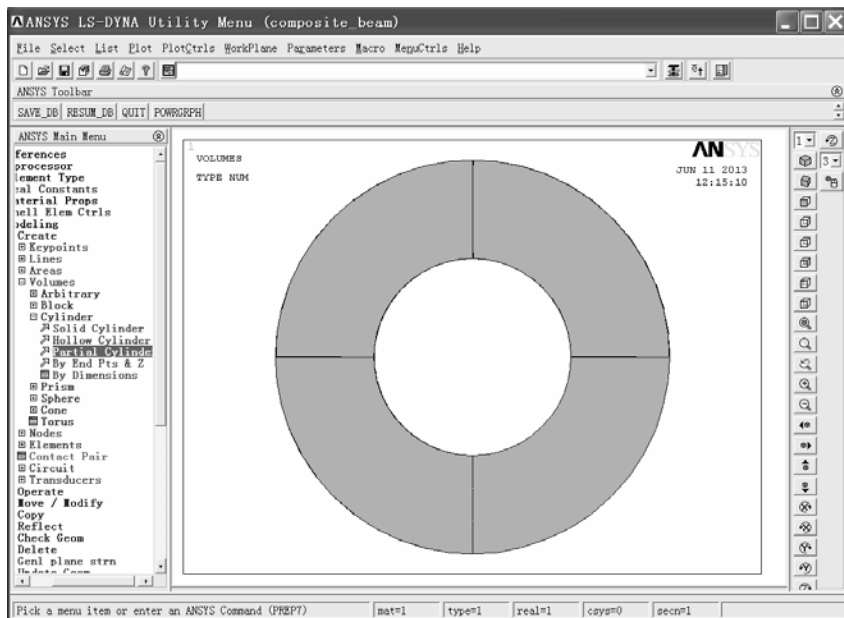

图 2-140 A 圆筒的正视图
(8) 继续在“Partial C...”窗口输入数据：“WP X”后输入“0.2”，“WP Y”后输入“0.041”，“Rad-1”后输入“0.02”，“Theta-1”后输入“270”，“Rad-2”后输入“0.04”，“Theta-2”后输入“360”，“Depth”后输入“0.04”。
(9) 单击“Partial C...”窗口中的“OK”按钮，弹出 A 圆筒的正视图（见图 2-140）。